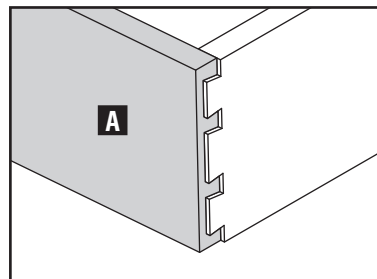
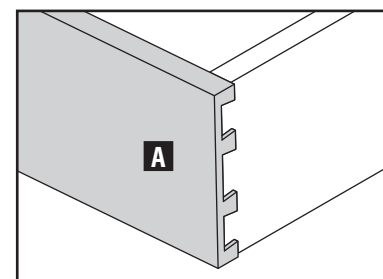

Fig. E15
Fig. E16
Si le grain du bout de la planche-goujon (A) est renforcé (trop bas, comme indiqué dans Fig. E15) ou s'il est trop protubérant (trop haut, comme indiqué dans Fig. E16), le gabarit peut être ajusté pour régler ce cas.